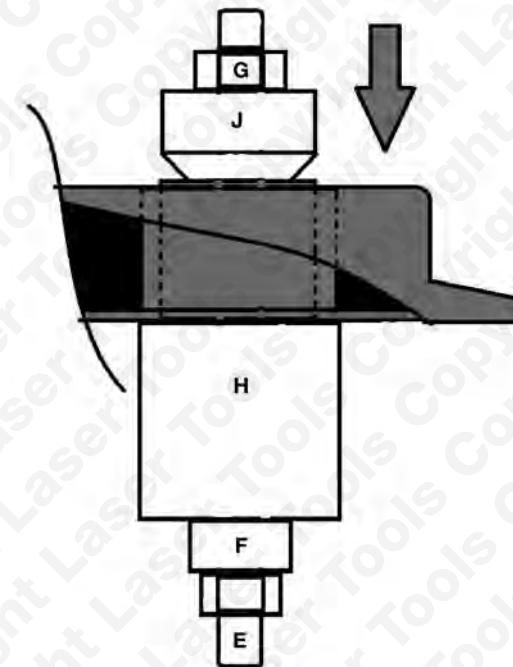

Fig. 6
- Monte la herramienta como se muestra en la **Fig. 6**, de manera que el casquillo viejo se retire del bastidor auxiliar hacia abajo y se introduzca en el componente H.